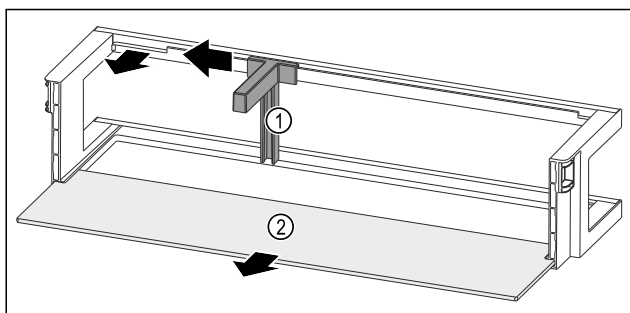

Fig. 138 Rafti i derës me mbajtëse për shishe dhe raft mbajtës
- Shtyni mbajtësen e shisheve Fig. 138 (1) anash deri te foleja.
- Hiqni mbajtësen e shisheve Fig. 138 (1).
- Hiqni raftin mbajtës Fig. 138 (2).